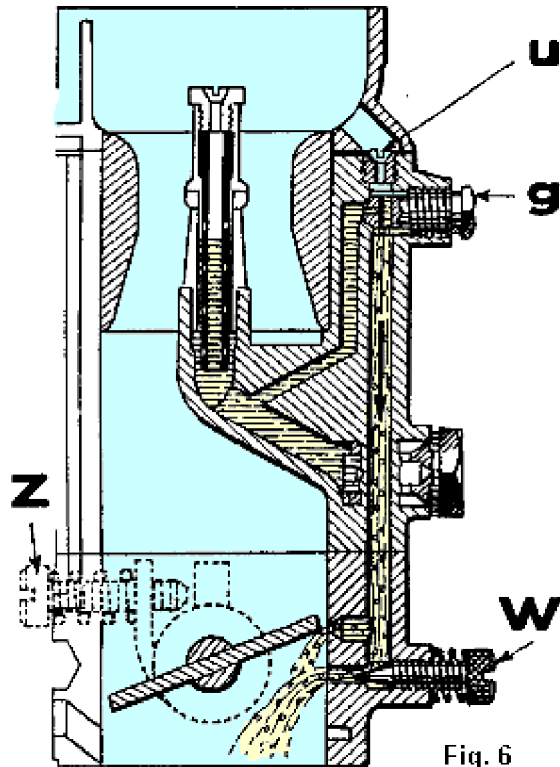

Fig. 6
- la vis butée de fermeture de papillon (Z) qui règle le régime du moteur,
- la vis de richesse de ralenti (W) qui agit sur le débit du mélange fourni par le gicleur de ralenti et le calibre d'air (fig. 6).
- Rechercher le régime maximum en agissant uniquement sur la vis de richesse (W).
- Serrer ensuite la vis (W) de façon à amorcer une baisse de régime (environ 20 tours-minute) sans nuire à la régularité du ralenti.
- Si le régime final ainsi obtenu est différent du régime préconisé par le Constructeur, rétablir ce régime en agissant sur la vis (Va) puis en intervenant sur la vis (W) comme indiqué ci-dessus (fig. 6 a).
- Le premier (ralenti principal) amène à l'orifice contrôlé par la vis (W) un mélange d'essence calibrée par le gicleur (g) et d'air calibré par les trous (u1) et (u2).
- Le second (ralenti à richesse constante) amène à l'orifice contrôlé par la vis (Va) de l'air prélevé au niveau de la buse (ou parfois du dessus de cuve) du carburateur auquel vient s'ajouter en amont de cet orifice un mélange d'essence contrôlée par le gicleur (Co) et d'air contrôlé par le calibre (u). En desserrant cette vis, ce qui a pour effet d'amorcer le circuit qu'elle commande et de lui faire débiter non pas seulement de l'air mais une émulsion, on "ajuste" le régime de ralenti du moteur sans avoir à toucher ni à la vis butée de fermeture du papillon des gaz, ni à la vis (W) réglée en usine pour une richesse déterminée de ce mélange de ralenti et dont la position ne doit pas être modifiée ultérieurement (fig. 6 b).